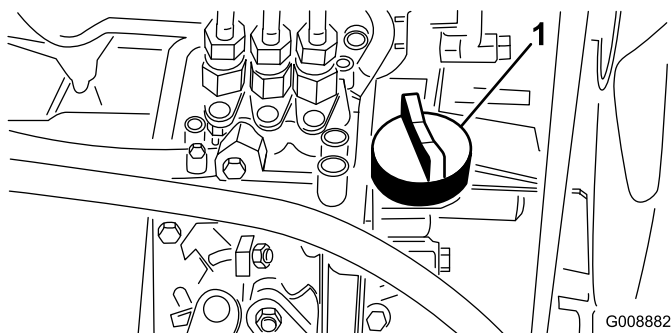

Figura 21
4. Se o nível do óleo for baixo, retire a tampa de enchimento (Figura 21) e adicione gradualmente pequenas quantidades de óleo, verificando constantemente o nível, até que este alcance a marca FULL na vareta.